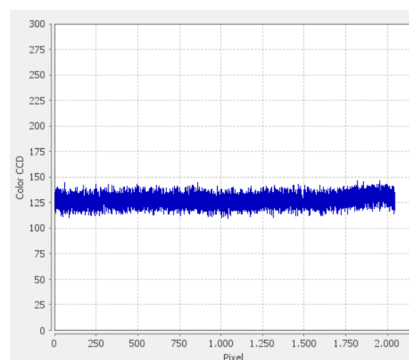

Figura 11: Sinal Verde teste 3
- Teste Verde 3: Apertar o botão Enviar 1000 para o ganho AD Verde Ímpar e logo em seguida, Atualizar Canal Verde novamente. Uma imagem como a figura 11 deve ser exibida na tela;